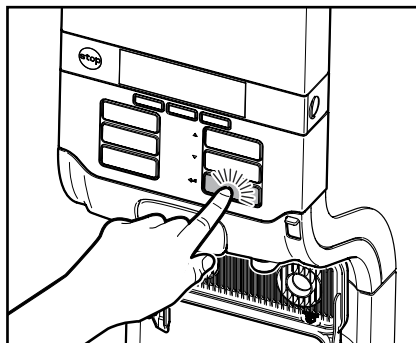

図46
4. 入力ボタン◀を押して、洗浄用タブレットの挿入を確認します (図46)。